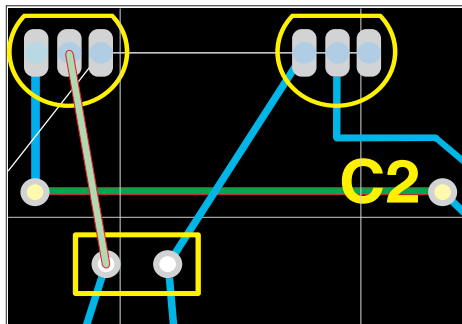

Рис. 11. Изменение параметров сегмента проводника
2. Зададим в выпадающем списке Layer новый слой Top Layer и нажмем кнопку ОК. Обратите внимание, что цвет пересекающихся проводников изменился на зеленый (рис. 11), что говорит о том, что данные объекты нарушают некие правила